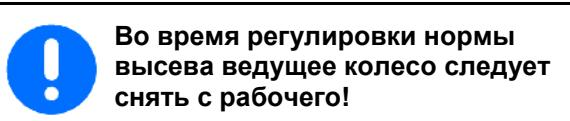

Рис. 88
8. Поворачивайте ведущее колесо при помощи рукоятки для регулировки нормы высева (Рис. 88/1) в направлении, указанном стрелкой, до тех пор, пока все камеры дозирующих валов не будут заполнены посевным материалом и не будет достигнута равномерность подачи семян в лотки.
10. Поворачивайте ведущее колесо при помощи рукоятки для контроля нормы высева (Рис. 88/1) в направлении, указанном стрелкой.